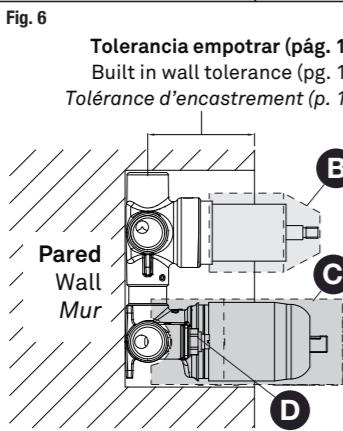

Fig. 7
3) Instalar el cuerpo con el indicador "UP" (D) hacia arriba. El agua caliente se conecta a la izquierda y el agua fría a la derecha. Instale las salidas a su gusto, teniendo en cuenta el diagrama (F). Use teflón en todas las conexiones de rosca (Fig. 7).
3) Install the valve with the "UP" indicator (D) pointing upwards. Hot water must be connected at the left and cold water at the right. Install the outlets considering the diagram (F). Please use teflon in all the threaded fittings (Fig. 7).
3) Installez le corps avec l'indicateur "UP" (D) vers le haut. La connexion de l'eau chaude se fait sur la gauche et la froide à droite. Installez les sorties à votre convenance, en tenant compte du schéma (F). Faire un joint de teflon sur toutes les connexions filetées (Fig. 7).